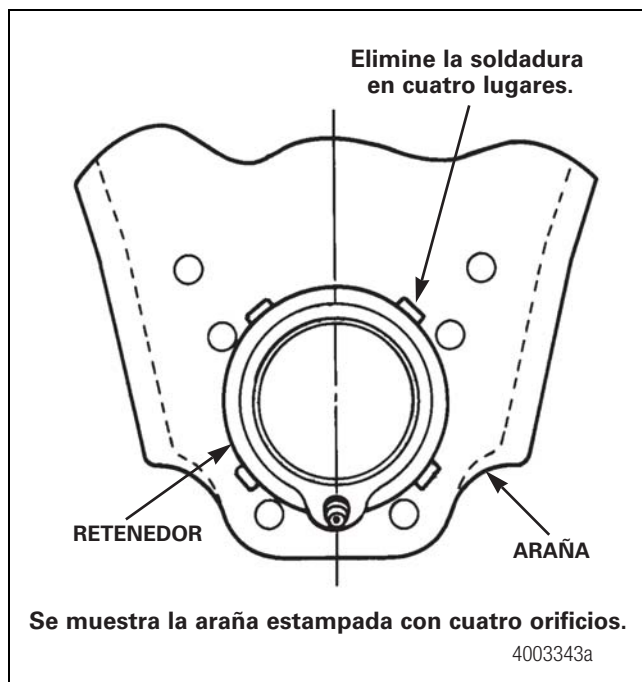

Figura 11.62
2. Rebaje con esmeril las soldaduras que conectan el retenedor a la araña. Rebaje únicamente hasta el metal base de la araña. Aplique el rebaje hacia el retenedor, puesto que dicho componente será desechado. Figura 11.62.